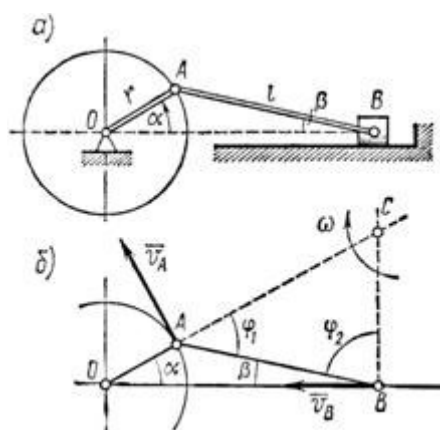

Рисунок 4
4. Кривошип $OA = r = 40$ см кривошипно-шатунного механизма (рис. 4, а) вращается с угловой скоростью $\omega = 25$ рад/с. Длина шатуна, приводящего ползун B в возвратно-поступательное движение вдоль горизонтальных направляющих, равна $AB = l = 100$ см. Определить скорость ползуна B в тот момент, когда кривошип OA образует с горизонталью угол $\alpha = 30^\circ$.